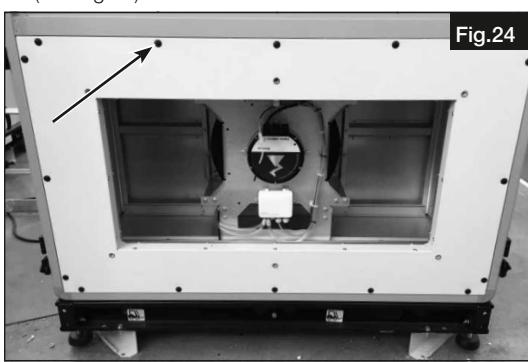

Fig.24
2. Le cas échéant, retirer les cache-vis de la centrale AIR1 avant d'installer la batterie à détente directe réversible (DX) (voir Fig.24)